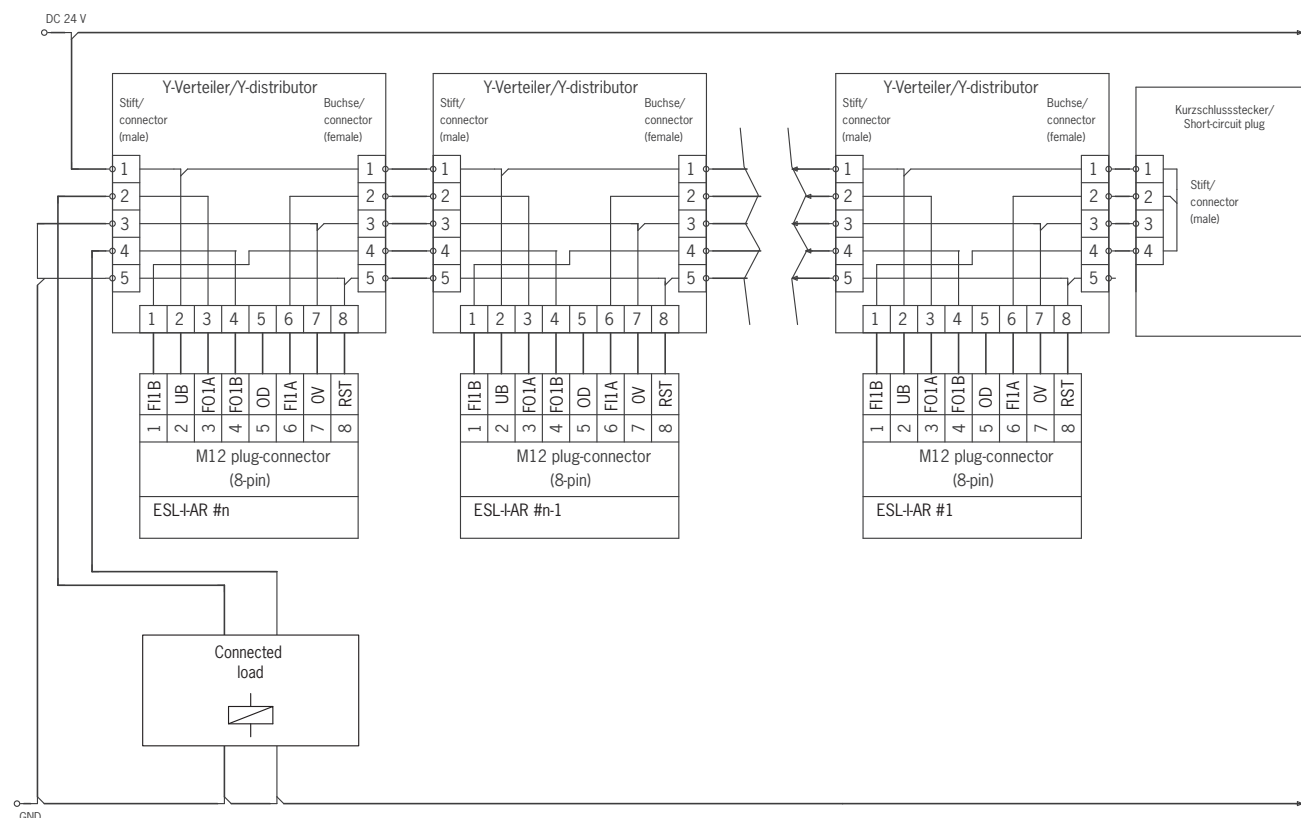

Figure 4 : Exemple de raccordement en série de plusieurs ESL-AR
- Il faut utiliser un signal commun pour tous les interrupteurs en série. Cela peut être un inverseur ou encore la sortie d'une commande / d'un automate. Un bouton ne convient pas car la réinitialisation en cours de fonctionnement doit toujours être sur GND (voir l'interrupteur S1 sur la Figure 4 à la page 17).
Pour que cela soit possible, l'entrée RST doit être connectée comme indiqué sur la *Figure 4* à la page 17.